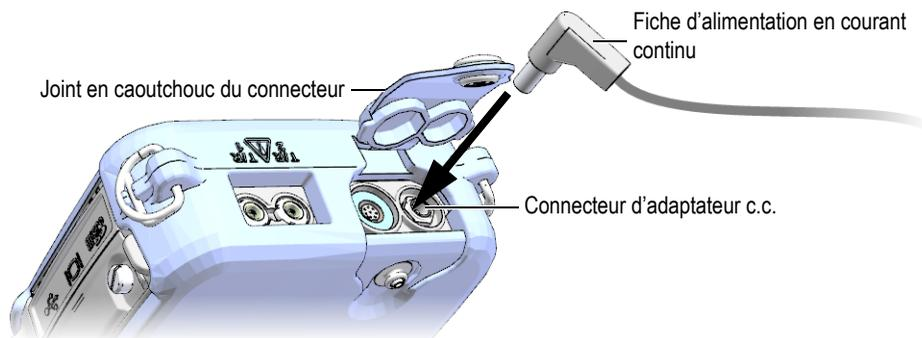

Figure 2-3 Connexion de la fiche d'alimentation c.c.
2. Sur le 38DL PLUS, soulevez le joint en caoutchouc qui couvre le connecteur d'adaptateur c.c. sur le dessus du 38DL PLUS (voir la Figure 2-3 à la page 41).
3. Connectez la fiche d'alimentation c.c. du chargeur-adaptateur au connecteur d'adaptateur c.c. (voir la Figure 2-3 à la page 41).